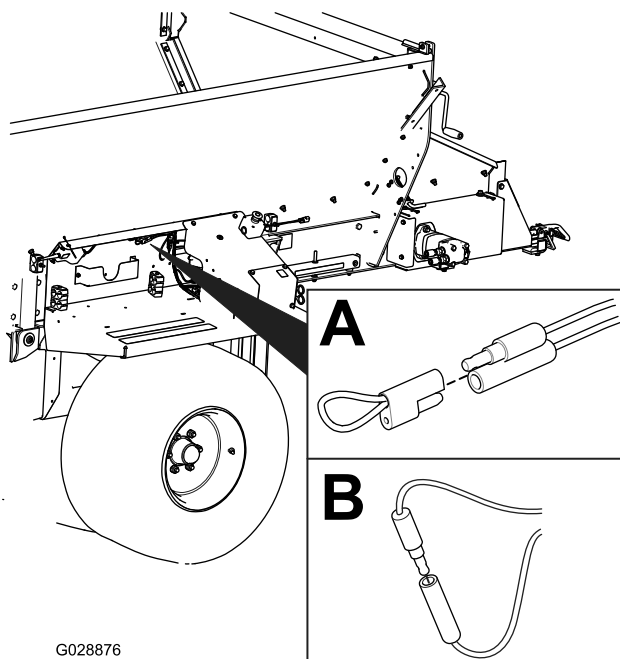

Figura 64
2. Tirate via il cappuccio fisso dei due connettori di derivazione di diagnostica (Figura 64, A).
3. Collegate i connettori di derivazione di diagnostica tra loro (Figura 64, B).